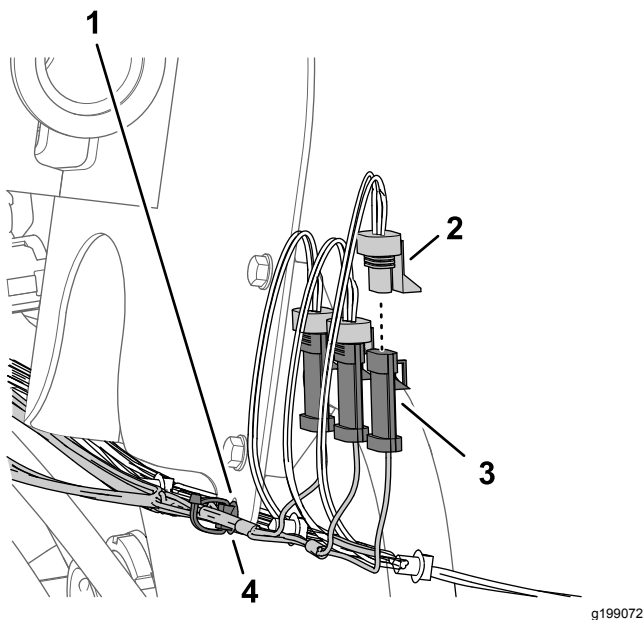

Рисунок 86
1. Подсоедините 3-штыревой разъем ответвления жгута проводов длиной 89 см с маркировкой LEFT SPRAY (ЛЕВАЯ СЕКЦИЯ ОПРЫСКИВАТЕЛЯ) к 3-гнездовому разъему жгута проводов машины с маркировкой LEFT SPRAY VALVE (КЛАПАН ЛЕВОЙ СЕКЦИИ ОПРЫСКИВАТЕЛЯ) (Рисунок 86).
2. Подсоедините 3-штыревой разъем жгута проводов из комплекта с маркировкой CENTER SPRAY (СРЕДНЯЯ СЕКЦИЯ ОПРЫСКИВАТЕЛЯ) к 3-гнездовому разъему жгута проводов машины с маркировкой CENTER SPRAY VALVE (КЛАПАН СРЕДНЕЙ СЕКЦИИ ОПРЫСКИВАТЕЛЯ) (Рисунок 86).
3. Подсоедините 3-штыревой разъем жгута проводов из комплекта с маркировкой RIGHT SPRAY (ПРАВАЯ СЕКЦИЯ ОПРЫСКИВАТЕЛЯ) к 3-гнездовому разъему жгута проводов машины с маркировкой RIGHT SPRAY VALVE (КЛАПАН ПРАВОЙ СЕКЦИИ ОПРЫСКИВАТЕЛЯ) (Рисунок 86)..
4. Вставьте вставной держатель жгута проводов из комплекта в отверстие фланца кронштейна расходомера (Рисунок 86).